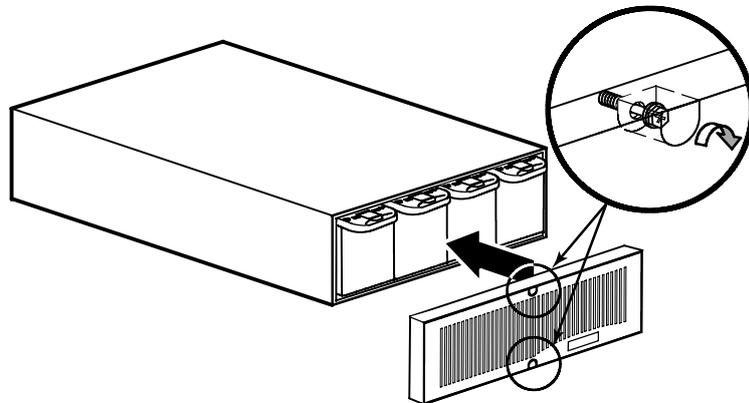

Abbildung 43. Anbringen der Frontplatte des EBM's
6. Die Frontplatte des EBM's anbringen (siehe Abbildung 43) und die beiden Schrauben an der Frontplatte anziehen.